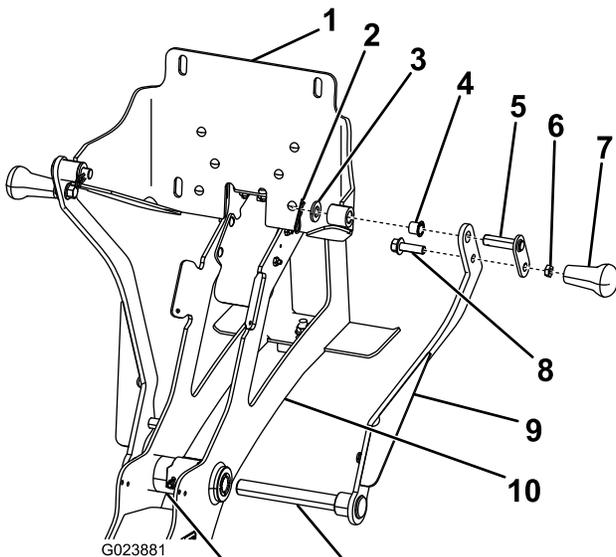

Bild 5
8. Führen Sie die Achse des rechten Wiegearms durch die Scharnierwelle (Bild 5).
13. Befestigen Sie den Griff mit einer Flachscheibe und einem Splint an der Rückplatte, wie in Bild 5 abgebildet.